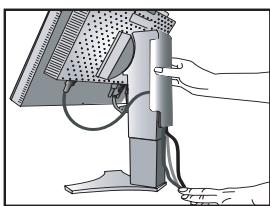

Figure 8
7. Remettez la gaine dans sa position initiale (Figure 8).